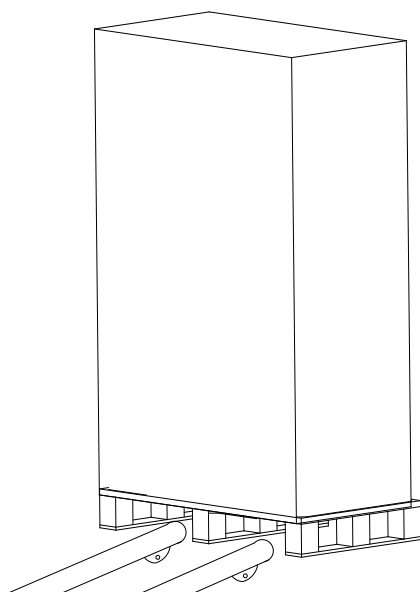

Рис.3-5 Транспортировка ИБП на место установки
2. Переместите оборудование в требуемое место, как показано на Рис.3-5.